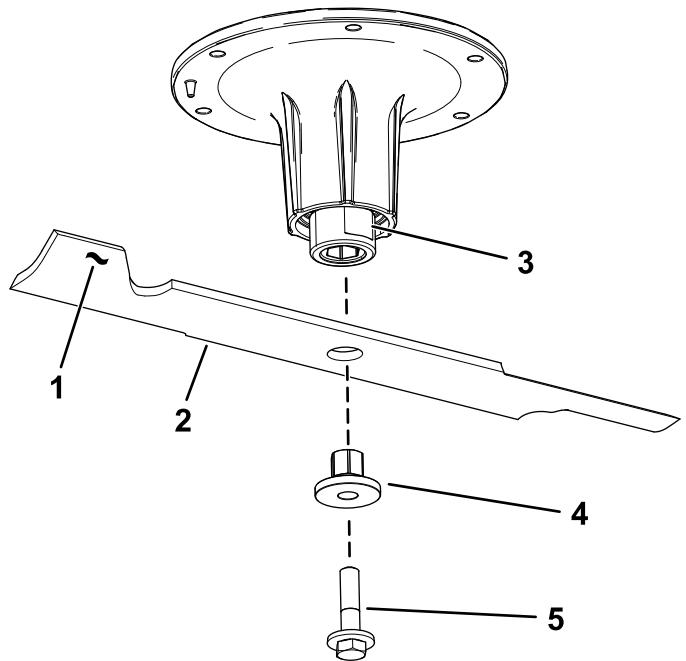

Рисунок 82
- Снимите болт ножа, втулку и нож с вала шпинделя (Рисунок 82).